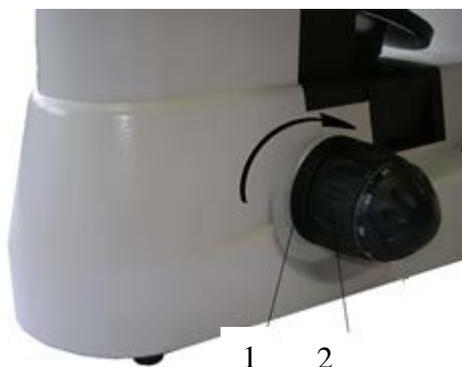

Рис. 8 - Регулировка плавности хода
4.3. Отрегулируйте плавность хода винтов грубой и тонкой фокусировки для этого поверните кольцо регулировки натяжения 1 (рис. 8) расположенного за винтом грубой фокусировки 2 (рис. 8). При вращении кольца по часовой стрелке натяжение винта грубой фокусировки будет увеличена и при вращении кольца против часовой стрелки натяжение ослабнет. Если турель с объективами автоматически опускается вниз, натяжение винтов фокусировки нужно увеличить.